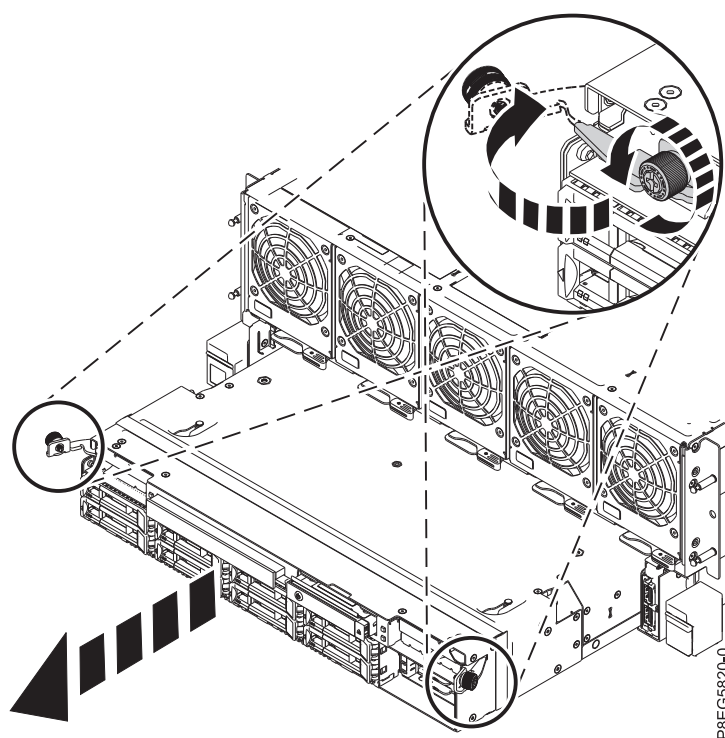

Figura 9. Extracción del conjunto de RAID del sistema
2. Gire los tornillos de mano del conjunto de RAID para aflojarlos, tal como se muestra en la Figura 9.